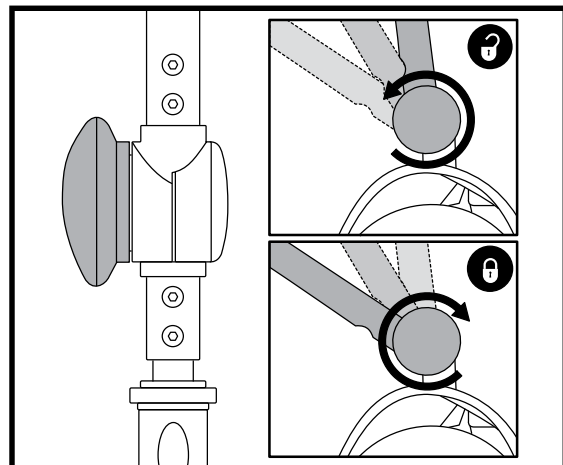

Figura 13. Regolazione manubrio
1. Sollevare la leva di regolazione della barra. Vedere la figura 13.